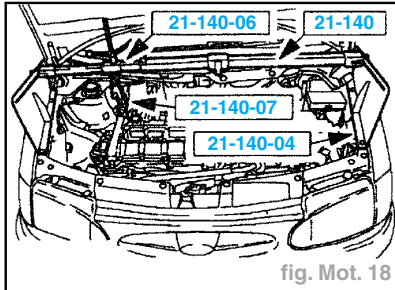

fig. Mot. 18
- Poser le palonnier de levage moteur (fig. Mot. 18).